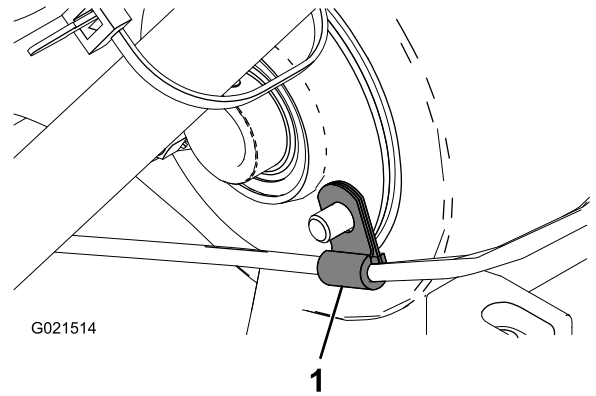

**Bild 4**
1. Befestigen Sie den neuen Bügel mit der vorher entfernten Schraube, Scheibe, dem Bügeldrehzapfen und der Bundkopfmutter an der Maschine (**Bild 4**).